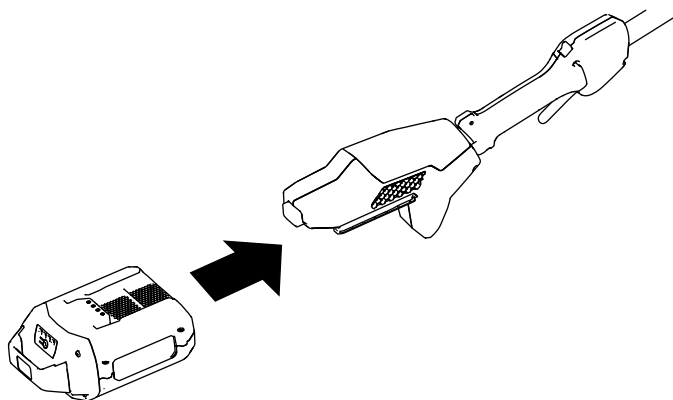

Rysunek 9
1. Upewnij się, że otwory wentylacyjne podkrzesywarki są wolne od pyłu i zanieczyszczeń (Rysunek 9).